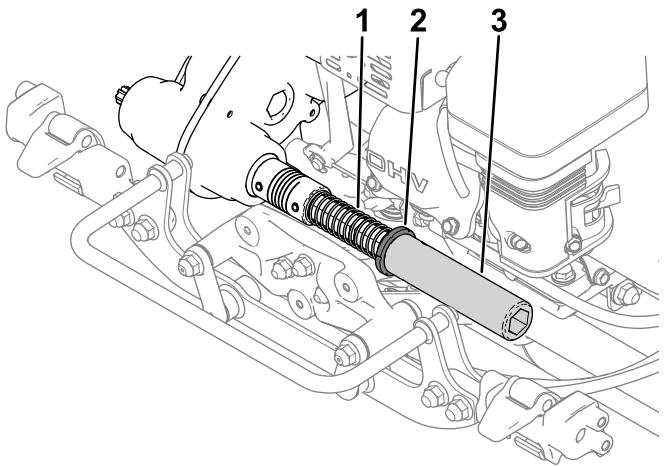

Figure 3
2. Installez le ressort, le collet et le tube hexagonal sur l'arbre d'accouplement de transmission (Figure 3).